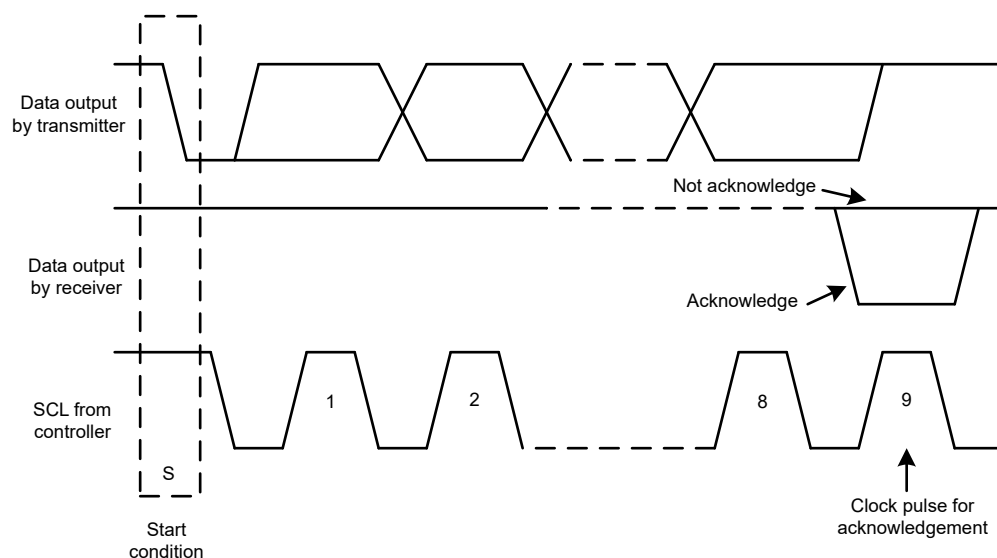
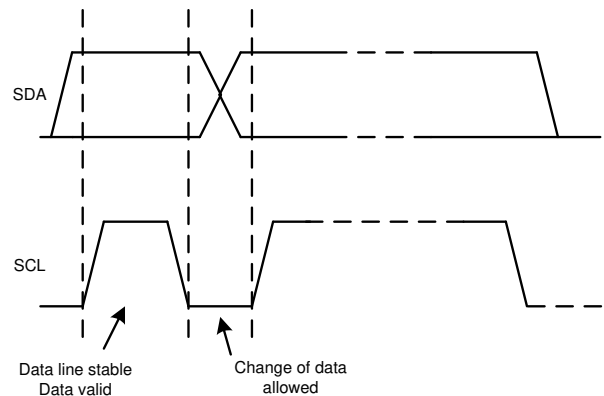

图 6-18. I²C 总线上的确认和非确认
图 6-20. 在 I²C 总线上的位传输
除了特定的时序信号外，I²C 接口还使用串行字节。在每个字节结束时，第九个时钟周期产生并检测确认信号。确认是指 SDA 线在第九个时钟周期的高电平期间被拉低。图 6-18 所示为非确认，是指 SDA 线在第九个时钟周期的高电平期间保持高电平。
2. 控制器随后产生 SCL 脉冲，并在 SDA 线上发送 7 位地址和读取/写入方向位 ($\overline{R/\overline{W}}$)。在所有传输期间，控制器确保数据有效。图 6-20 显示，有效数据条件要求 SDA 线在时钟脉冲的整个高电平期间保持稳定。所有器件都识别控制器发送的地址，并将其与相应内部固定地址进行比较。只有具有匹配地址的目标器件才会通过在第 9 个 SCL 周期的整个高电平期间拉低 SDA 线来生成确认（另请参阅图 6-18）。当控制器检测到此确认时，则表示与目标的通信链路已建立。